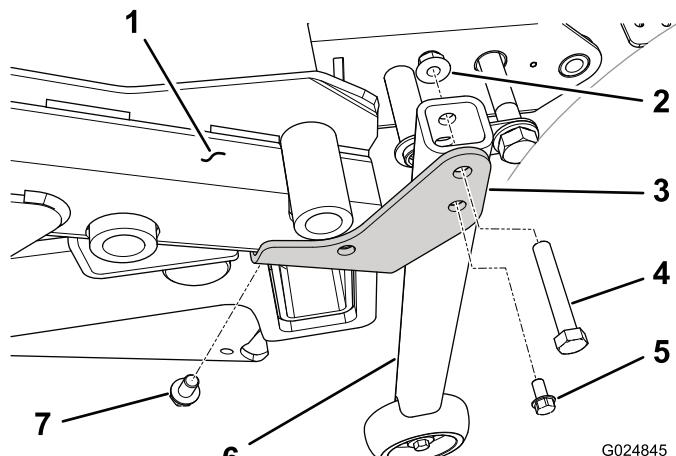

Figura 96
7. Sui trattorini con numero di serie superiore a 313000001, montate una staffa di conversione (destra o sinistra) sulla parte inferiore dell'angolo posteriore appropriato del telaio del piatto con una vite autofilettante (3/8 x 5/8 poll.) (Figura 96).
8. Montate il gruppo di supporto del tubo verticale sulla staffa di conversione (destra o sinistra) su ciascun angolo del telaio del piatto con una vite (3/8 x 2-1/4 poll.) e un dado flangiato (3/8 poll.) (Figura 96).